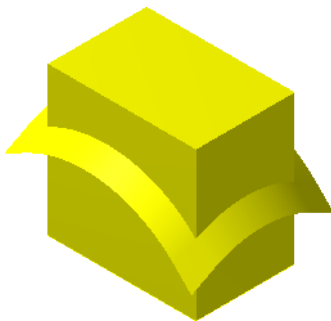

图 7-76 实体修剪实例
- 01 在“文件”工具栏中单击“打开文件”按钮，打开如图 7-76 所示的图形。